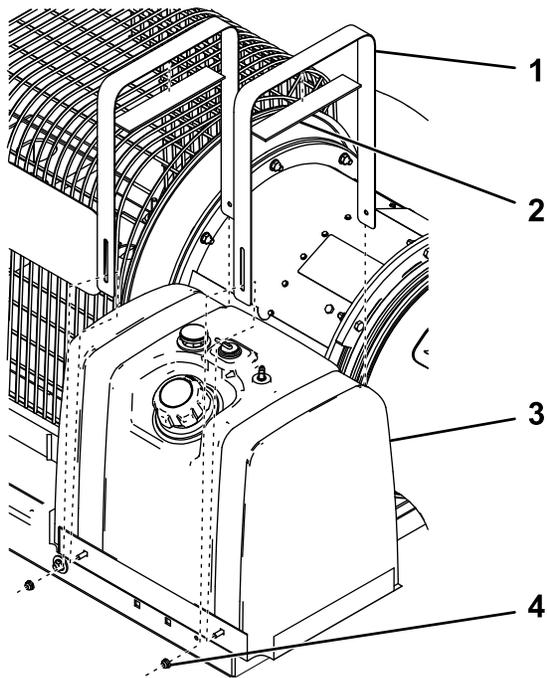

图 6
5. 将衬垫连接到油箱箍带图 6。
6. 如图 6 所示使用箍带和 4 个凸缘螺母 1/4 英寸将新油箱固定到油箱托盘上。